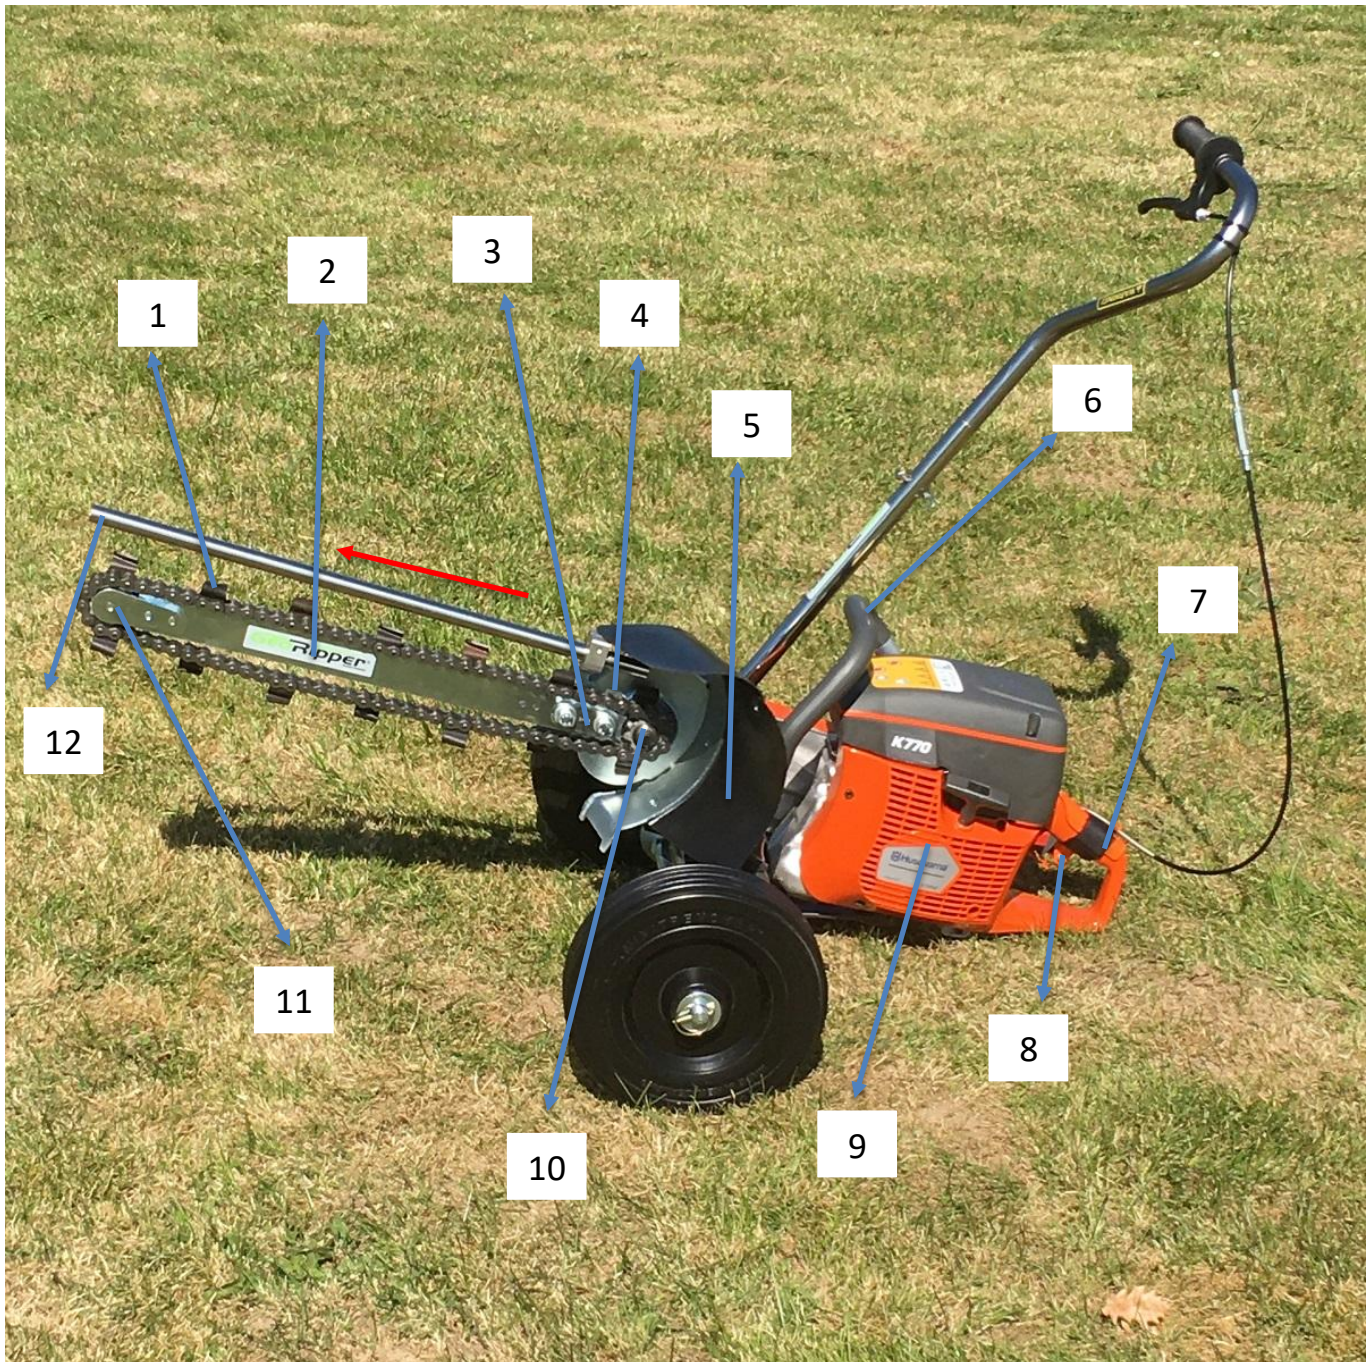
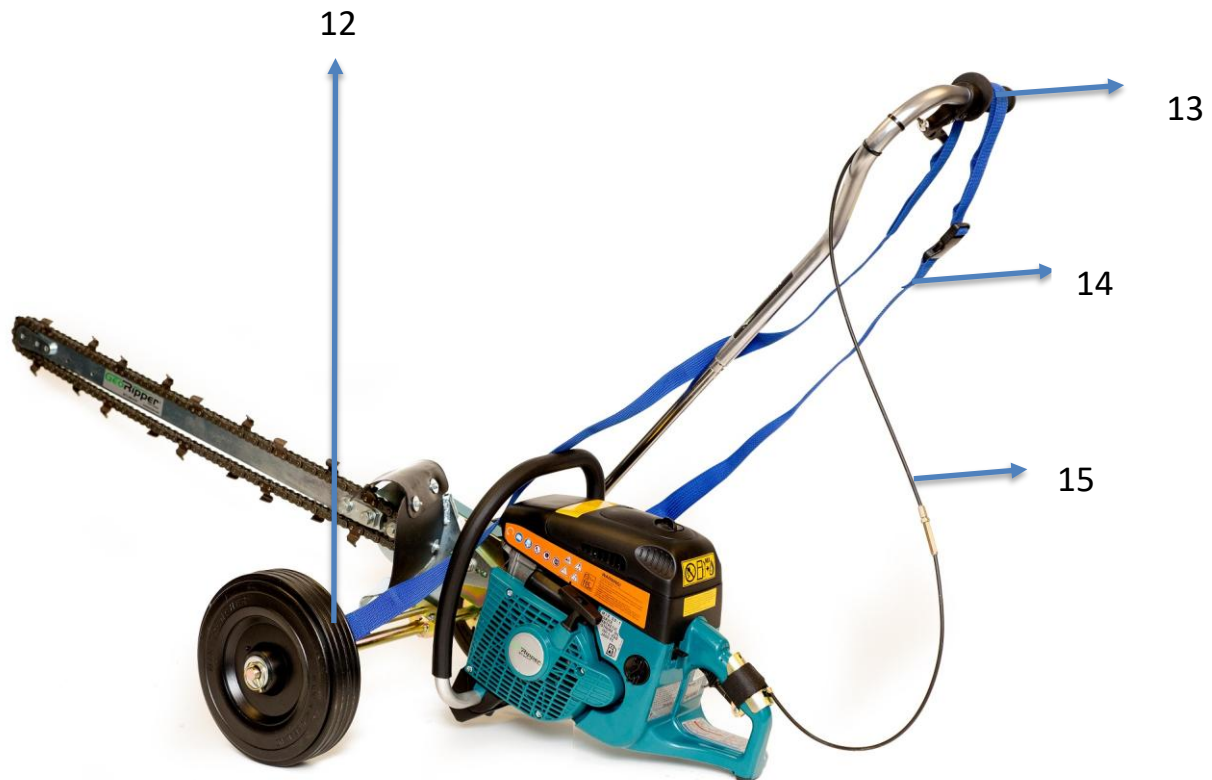

Fig.1
Fig.2
La trancheuse GeoTrencher® est composée d'une chaîne de creusement et d'une barre (2 Fig.1) adaptées sur une découpeuse. La découpeuse, ou moteur (9 Fig.1), fait partie intégrale de la machine. Le GeoTrencher® peut être actionné à la main à l'aide des deux poignées (6 et 7 Fig.1) situées sur la découpeuse. L'utilisateur actionne le GeoTrencher® avec la gâchette d'accélérateur (8 Fig.1) et le moteur fait tourner la chaîne dans la direction indiquée par la flèche rouge. La chaîne s'arrête de tourner lorsque l'opérateur relâche la gâchette et le moteur revient à la vitesse de ralentie. Des informations supplémentaires sur le moteur de la découpeuse peuvent être trouvées dans le manuel d'instruction du fabricant.
Le GeoTrencher® peut être utilisé monté sur l'option GeoCart® (Fig.2) qui est fournie en option. Lorsque la trancheuse est montée sur le chariot GeoCart®, l'utilisateur actionne la machine à l'aide de la manette d'accélérateur (14 Fig.2) sur la poignée du chariot et tracte le GeoTrencher® en utilisant les sangles fournies (15 Fig.2)
La chaîne et ses dents de creusement (1 Fig.1) creusent une tranchée dans le sol en tournant à grande vitesse dans la direction indiquée par la flèche rouge sur la figure 1. La barre de chaîne (2 Fig.1), le pignon d'entraînement (10 Fig.1) et le pignon de barre (11 Fig.1), guident la chaîne dans sa rotation. Le pignon d'entraînement est alimenté par le moteur (9 Fig.1) qui est contrôlé par l'opérateur à l'aide de la gâchette d'accélérateur (8 Fig.1) du moteur ou avec la manette (14 Fig.2) sur le chariot. Les roues (13 Fig.2) sur le chariot GeoCart® fournissent le mouvement de la machine lorsqu'elle est tirée par l'opérateur à l'aide des sangles (15 Fig.2).
Emplacement du numéro de série du fabricant (4 Fig.1). Le numéro de série est unique et identifie le modèle, la taille de la barre et le modèle de la découpeuse pour chaque GeoTrencher®. Le numéro de série est estampillé dans la plaque de montage GeoTrencher® juste au-dessus de la plaque de soutien de la barre.
Le GeoTrencher© peut être soulevé par sa poignée tubulaire (6 Fig.1) et toujours porté avec le moteur éteint et la barre de tranchée vers l'arrière. Assurez-vous que le bouchon de carburant est bien fermé. Ne touchez pas l'échappement pendant le transport car il peut être chaud. Lorsqu'il est utilisé avec le chariot GeoCart©, la trancheuse ne doit pas être soulevée ou transportée, mais seulement transportée en poussant ou en tirant le chariot GeoCart©. Lorsqu'il est transporté à l'intérieur d'un véhicule, le GeoTrencher© doit être debout pour éviter les déversements de carburant ou d'huile et être convenablement attaché à l'intérieur du véhicule avec la barre enlevée et entreposée en toute sécurité.
- Ne pas utiliser si le garde boue en plastique est défectueux ou manquant (*Fig.1 article 5*)
- Ne pas utiliser si la barre du garde chaîne est défectueuse ou manquante (*Fig.1 article 12*)